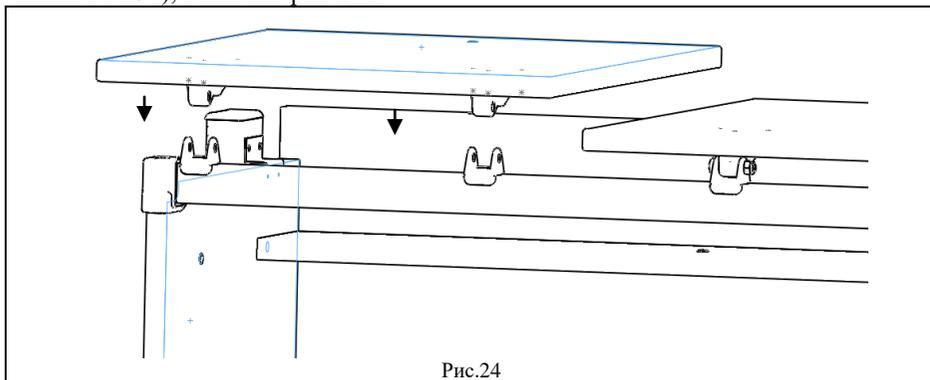

Рис.24
5.4.2. На сборку по п.5.4.1 положить сверху сборку по п. 5.3.4, так чтобы выступы верхних частей шарниров входили в пазы нижних частей шарниров, а оси отверстий совпадали, см. рис.24. В отверстия шарниров вставить винты М6х32 (поз.6, пакет № 134) и навернуть гайки самоконтрающиеся М6 (поз.3, пакет № 134), согласно рис 24а.
Рис.24а